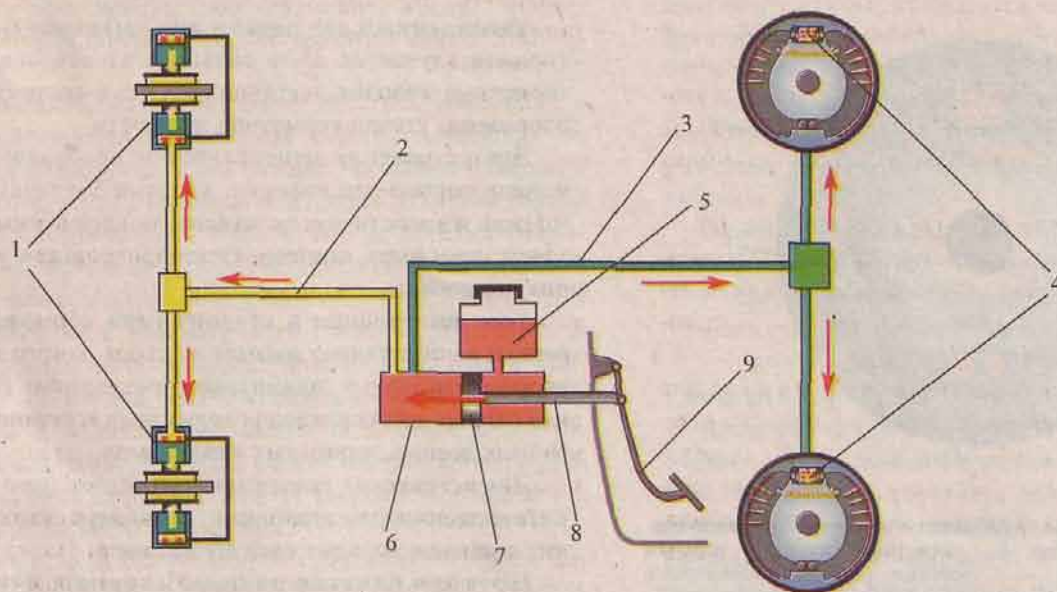

Рис. 51 Схема гидропривода тормозов
**Привод тормозов гидравлический (рис. 51) состоит из:**